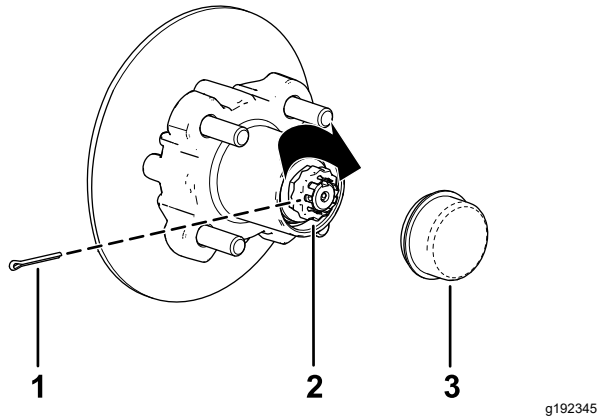

Bild 36
8. Befestigen Sie den Halter über der Mutter und prüfen Sie die Ausfluchtung des Schlitzes im Halter und dem Loch in der Spindel für den Splint (Bild 36).
9. Setzen Sie den Splint ein und biegen Sie jeden Abschnitt um den Halter (Bild 36).
10. Setzen Sie den Staubdeckel auf die Radnabe (Bild 36).